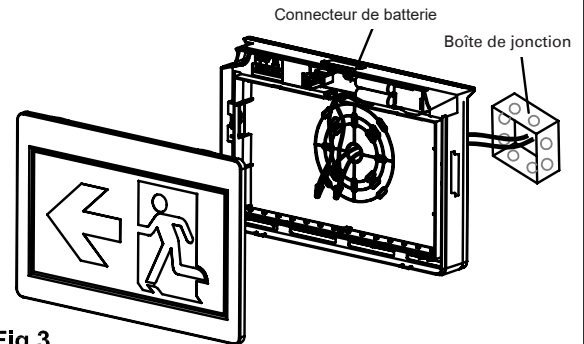

Fig 3
2. Knockout appropriate mount screw hole and cable hole, mount back plate on the wall after feed building AC supply cable into back plate. (see Fig 3)
2. Retirer le montage approprié de l'emplacement des têtes aux LED. Retirer les montages appropriés pour le passage des câbles d'alimentation AC dans la plaque arrière (Voir Fig 3).